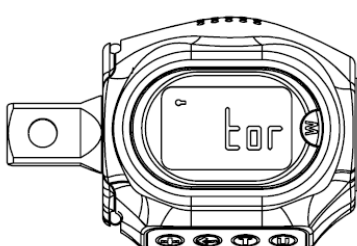

Rys. 3
4. Naciśnij i przytrzymaj T przez 2 sekundy, aby odwrócić sposób wyświetlania na ekranie (Rys. 3).